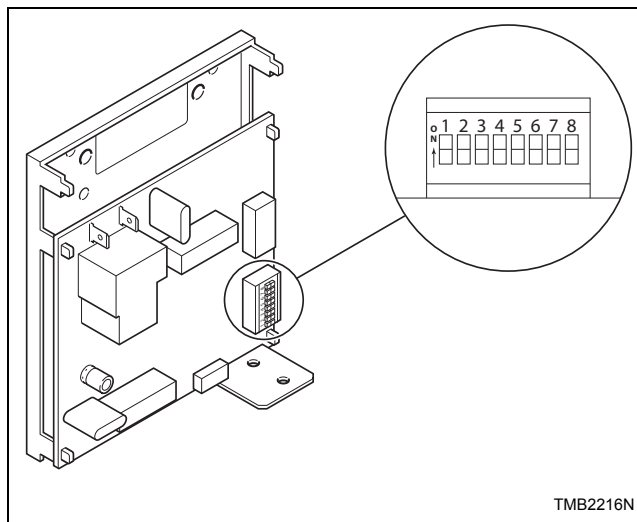

Figure 7
2. noter les paramètres des commutateur dip-switch de la commande de la machine, puis les désactiver. Se reporter à la *Figure 7*.